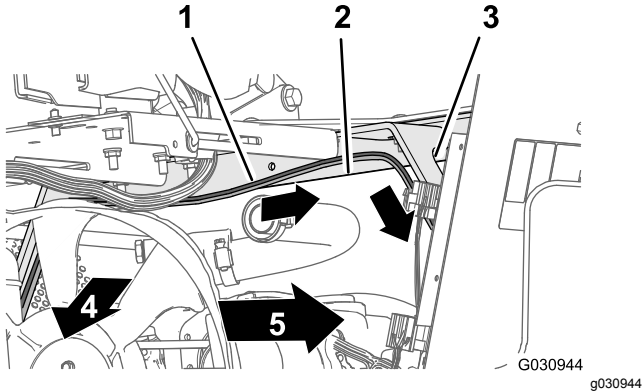

Figure 110
- Acheminez la branche de 165 cm du faisceau transversalement à l'angle du boîtier du siège et vers le bas le long du support gauche du carénage du moteur Figure 110.